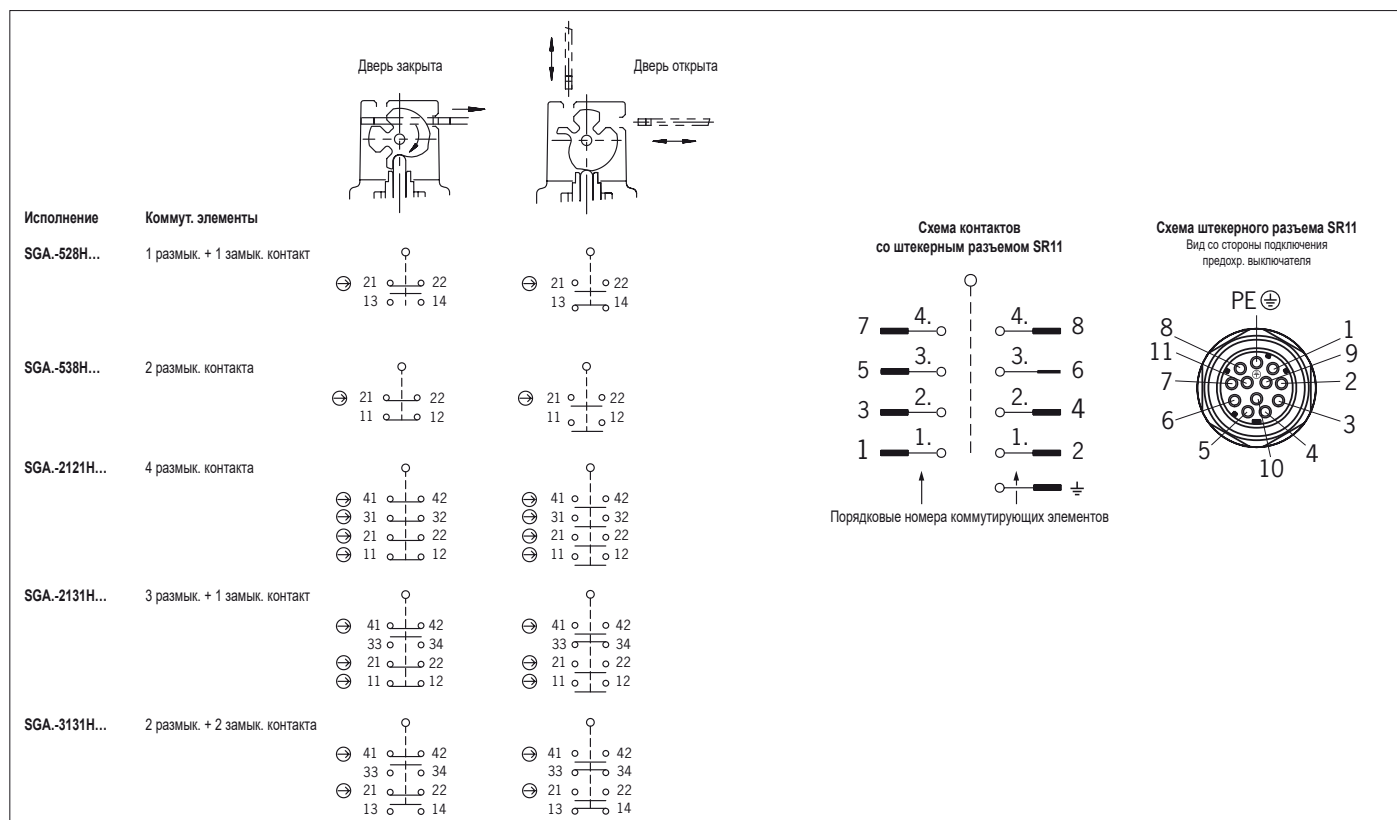

Рис. 2. Коммутирующие элементы и функции переключения
3. Затем подсоединить и затянуть клеммы с моментом затяжки 0,5 Нм (см. схему контактов на Рис. 2).